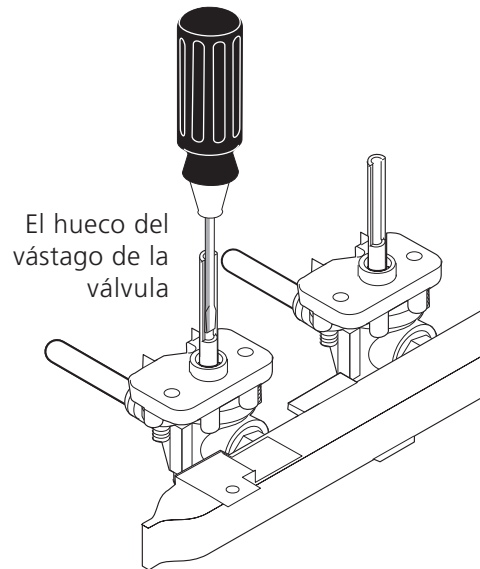

Figura 9
4. Verifique el ajuste "LO" O "SIMMER" de las válvulas de superficie de quemador (ver Figura 9)